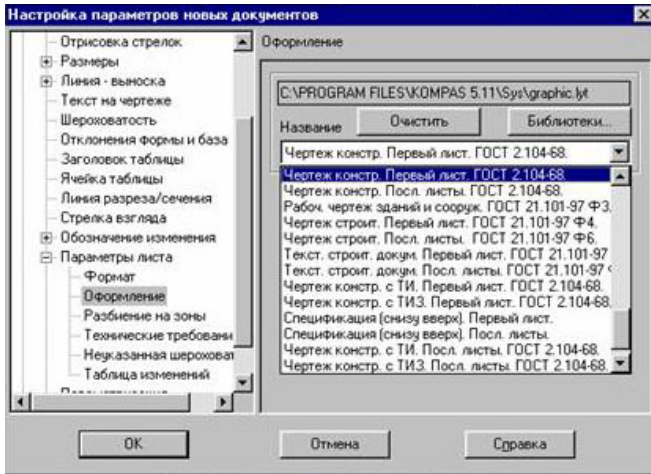

Рисунок 2.3 - Діалогове вікно вибору типу основного напису (штампа)
- для вибору типу основного напису (рис. 2.3) - "Графический документ► Параметры листа ► Оформление".